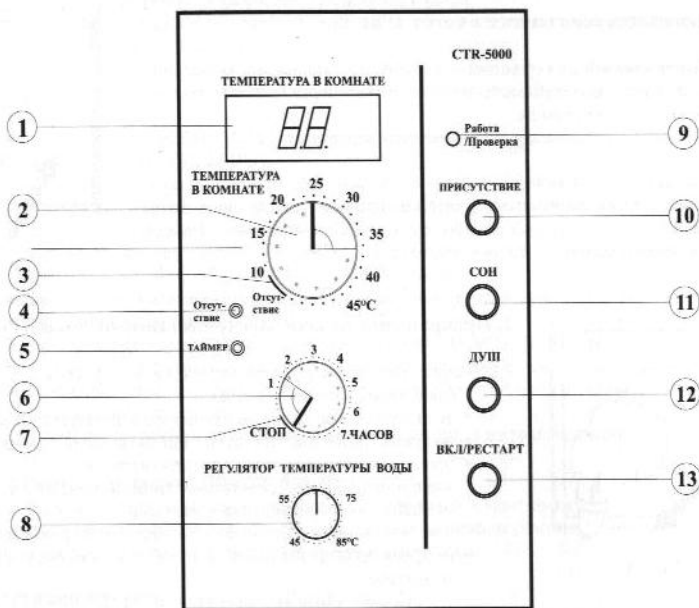

Рис. 1
- регулятор "ТЕМПЕРАТУРА В КОМНАТЕ" (Рис.1 поз.2);
- отметка на шкале регулятора "ТЕМПЕРАТУРА В КОМНАТЕ"- "ОТСУТСТВИЕ" (Рис. 1 поз.3);
- регулятор "ТАЙМЕР" (Рис. 1 поз.6);
- отметка на шкале регулятора "ТАЙМЕР"- "СТОП" (Рис. 1 поз.7);
- регулятор "ТЕМПЕРАТУРА ВОДЫ" (Рис. 1 поз.8);
- кнопка "ПРИСУТСТВИЕ" (Рис. 1 поз.10);
- кнопка "СОН" (Рис. 1 поз.11);
- кнопка "ДУШ" (Рис. 1 поз.12);
- кнопка "ВКЛ/РЕСТАРТ" (Рис. 1 поз.13).
- светодиод "ОТСУТСТВИЕ" (Рис. 1 поз.4);
- светодиод "ТАЙМЕР" (Рис. 1 поз.5);
- светодиод "РАБОТА/ПРОВЕРКА" (Рис. 1 поз.9);
- подсветка кнопки "ПРИСУТСТВИЕ" (Рис. 1 поз.10);
- подсветка кнопки "СОН" (Рис. 1 поз.11);
- подсветка кнопки "ДУШ" (Рис. 1 поз.12).
Кнопка "ВКЛ/РЕСТАРТ" (Рис. 1 поз.13) предназначена для включения (выключения) котла.
Кнопка "ВКЛ/РЕСТАРТ" (Рис.1 поз.13) работает в двух режимах:
Светодиод "Работа/Проверка" (Рис.1; поз. 9).
Регулятор "Температура в комнате" (Рис.1; поз. 2).
Элемент прибора предназначен для установки температуры отапливаемого помещения, или для включения функции "Отсутствие" (Рис.1; поз.3). Установка температуры выполняется по шкале от 10°C до 45°C с шагом 1,0°C.
Регулятор "Таймер" (Рис.1; поз. 6).
Штатная установка этого регулятора напротив отметки "Стоп" (Рис.1; поз.7), в этом случае функция отключает "Таймер".
Регулятор "Температура воды" (Рис.1; поз.8).